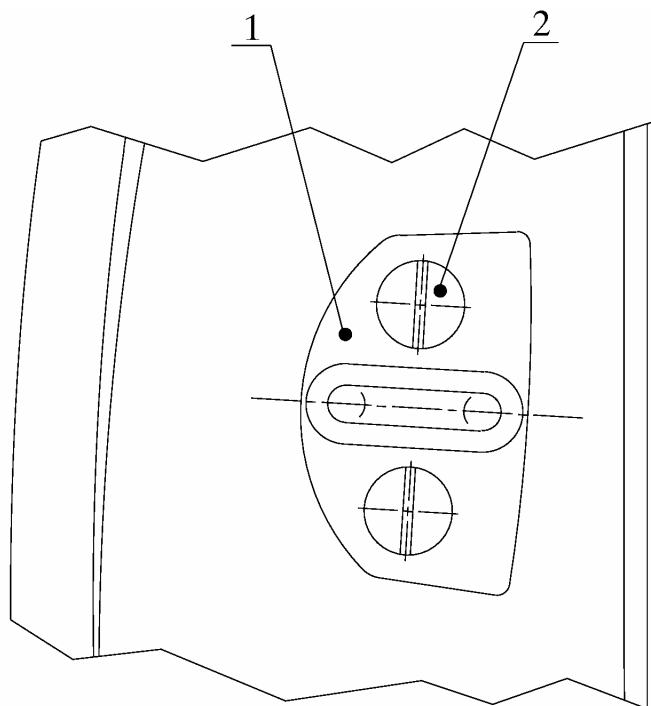

Рис. 23. Снятие шипа фиксатора двери:
5.1.9. Снять шип 1 (рис. 23) фиксатора двери, отвинтив два винта 2 (отвертка типа ГОСТ 17199-88).